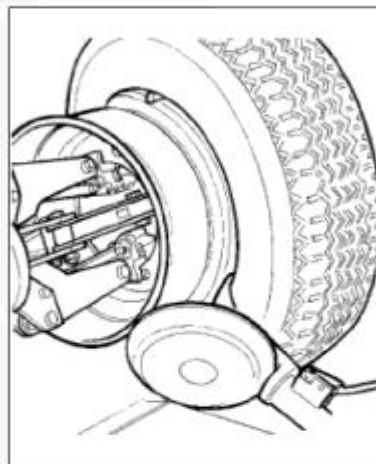

Рисунок 21
4) Передвигайте съемный рычаг вперед, пока красная точка не будет на одной линии с внешним краем диска на расстоянии 5 мм от него (см. рис.21). Установите переносной блок управления в рабочее положение «с».
9) Поверните рычаг на 180° при помощи рукоятки (см. рис.21).